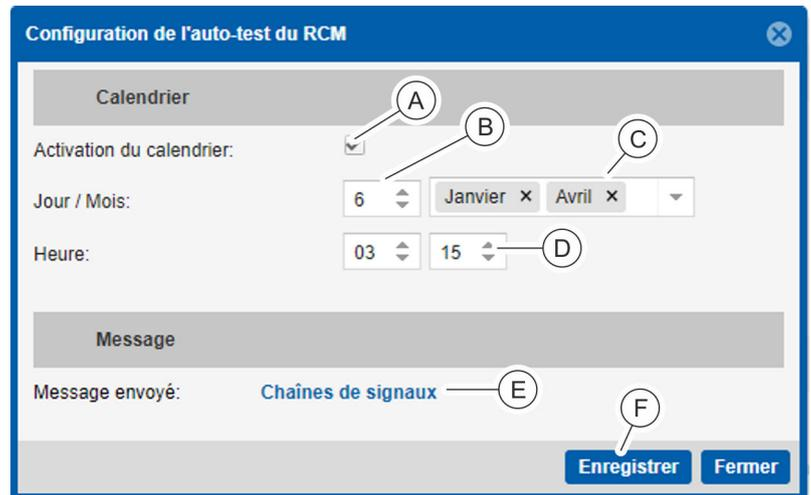

Fig. 109 : Paramètres de l'auto-test RCM
1. Avec le menu « Configuration » → « Paramètres de l'auto-test RCM », ouvrir le masque « Configuration de l'auto-test du RCM » (Fig. 109).
2. Cliquer sur la case à cocher « Activation du calendrier » pour activer l'auto-test automatique RCM (Fig. 109 /ⓐ).
3. Sélectionner le jour souhaité du mois à l'aide du champ « Jour » (Fig. 109 /ⓑ).
4. Dans la case « Mois », sélectionner les mois souhaités (Fig. 109 /ⓒ).
5. Dans les champs « Heure », sélectionner l'heure souhaitée (Fig. 109 /ⓓ).
6. Si nécessaire, affecter des chaînes de signaux à exécuter après l'exécution de l'auto-test RCM (Fig. 109 /ⓔ).
7. Appuyer sur le bouton « Enregistrer » (Fig. 109 /ⓕ) pour enregistrer les réglages.